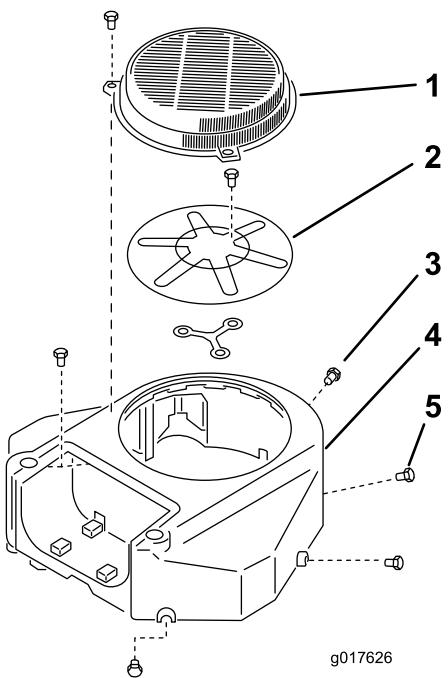

図 61
3. 吸気スクリーンとファンハウジングを取り外す図 61。
5. 吸気スクリーンとファンハウジングを取り付ける図 61。